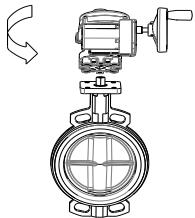

图 6
2.3 执行器对准阀门，旋转调整使连接法兰对准，用随附 4 个螺丝，使用六角扳手，将执行器与阀门牢固锁紧，如图 6、7。